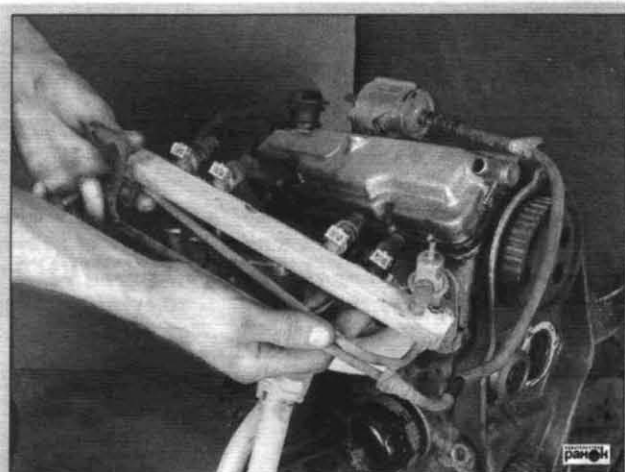

Рис. 3.26. Снятие рампы форсунок
- снять топливную рампу форсунок (рис. 3.26) (подробнее см. главу «Система управления двигателем»);